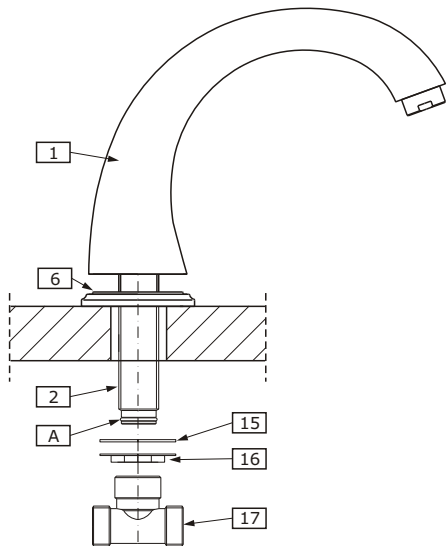

FIG. 4a
See fig. 4a & 4b
- ➔ Position the spout base (6) on the bath tub ledge.
- ➔ Insert shank (2) of the spout (1) through center hole of bath tub ledge. From underneath the ledge place rubber washer (15) on the shank, then screw on the flanged nut (16). Make sure that the spout (1) is in the correct position. Hand tighten only the flanged nut (16).
- ➔ Make sure that the o-ring (A) is properly seated in recess at shank (2). Thread the T-connection (17) on the shank of the spout as shown in fig. 4a.
- ➔ Posicionar la base del grifo (6) en el borde de la bañera.
- ➔ Insertar el tubo enroscado (2) del grifo (1) a través del borde del agujero central de la bañera. Por debajo del borde colocar una arandela de goma (15) sobre el tubo, luego apretar asegure que el grifo (16). Controlar si del grifo (1) se encuentra en la posición apropiada el borde de la bañera. Apretar asegure que el grifo (16) únicamente a mano.
- ➔ Controlar si el anillo (A) está colocado correctamente en el tubo (2). Colocar la conexión „T” (17) sobre el tubo del grifo como lo presenta la fig. 4a.